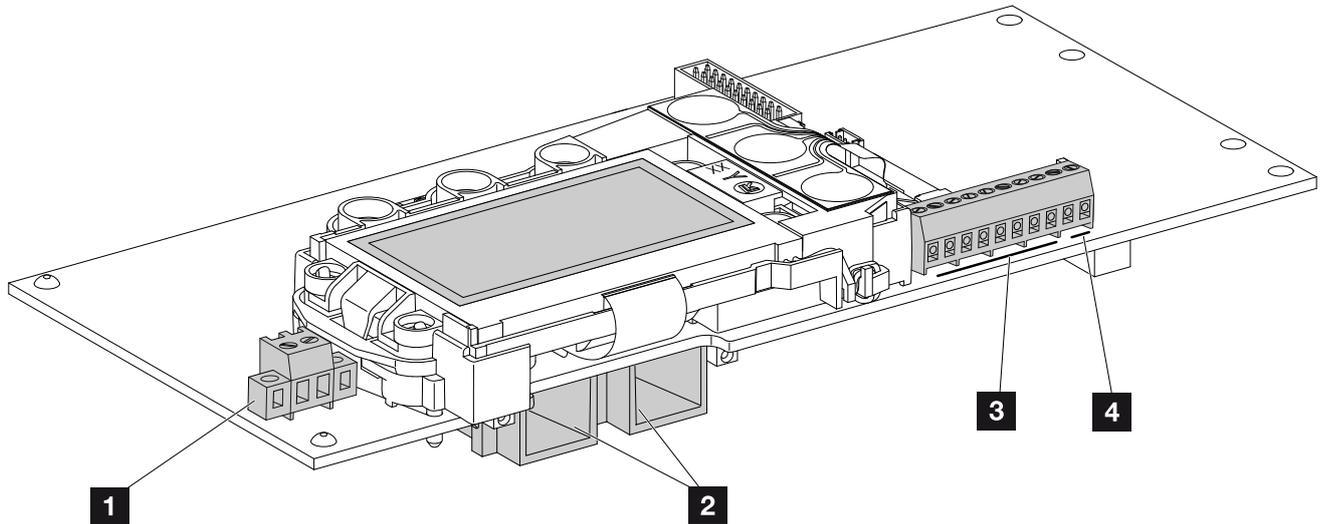

Fig. 38 : Composants de la carte de communication
6. Brancher les connecteurs des strings DC sur l'onduleur.  **Fig. 38**